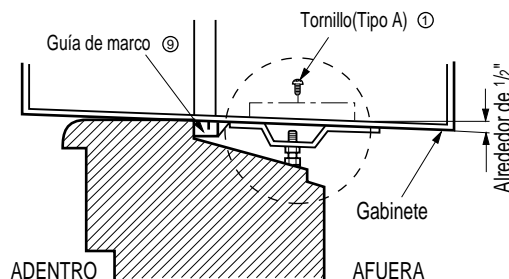

Fig. 4
4. Introduzca las guías de los marcos ① en la parte inferior de la carcasa con la parte delantera de la guía del marco enfocado hacia la parte delantera de la carcasa. FIG.4
5. Inserte el marco de la cortina en la guía superior las guías del marco FIG.4
6. Fije las cortinas a la unidad con 4 tornillos tipo A FIG.4
4. Seleccione la posición en la que colocará el soporte del dintel ⑥ cerca del punto más externo del dintel. Fig. 4
**NOTA:** Tenga cuidado cuando instala el gabinete (las guías de marcos ⑨ se rompen fácilmente).
5. Agregue el soporte del dintel al hueco de la guía del gabinete según la posición seleccionada usando 2 tornillos tipo A ① en cada soporte Fig. 4